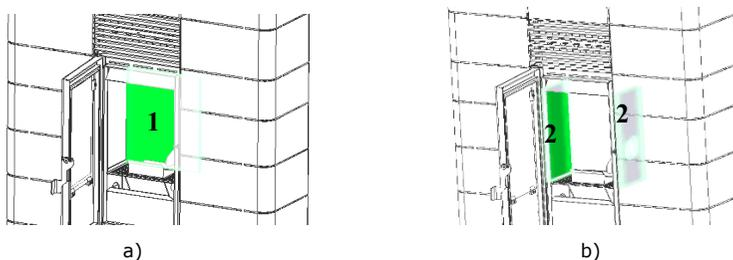

Figura 110 – Remoção peças em vermiculite
De seguida remover as peças em vermiculite, para isso deverá desencaixá-las dos apoios que a suportam (figura 110). Para retirar estas é necessário seguir uma sequência, deve-se remover em primeiro a vermiculite posterior (1) e só depois as laterais (2).